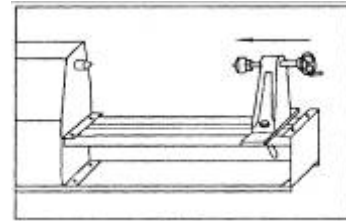

Рис. 1
1. Подвиньте заднюю бабку вплотную к вращающемуся центру (рис. 1).